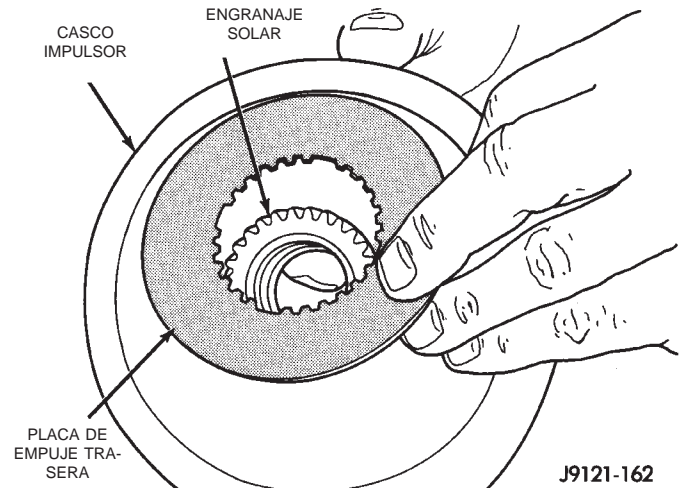

Fig. 154 Instalación de la placa de empuje trasera del casco impulsor
(9) Sostenga el engranaje solar en su lugar e instale la placa de empuje sobre el engranaje solar en la parte trasera del casco impulsor (Fig. 154).